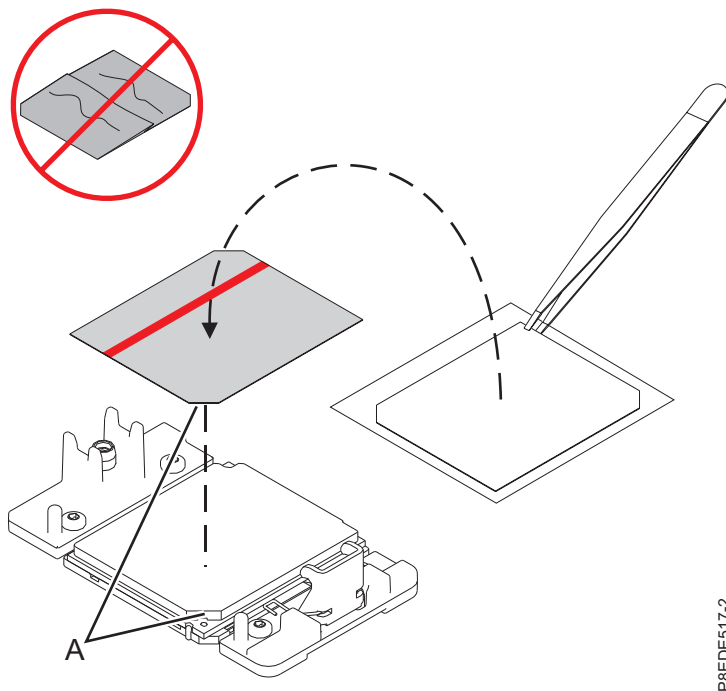

Abbildung 16. Installieren des TIM auf der Prozessorabdeckung
- d. Entfernen Sie das TIM mithilfe der im Lieferumfang enthaltenen Pinzette vom Trägerband und positionieren Sie es mittig auf dem Systemprozessormodul, wobei die schwarze Seite nach oben zeigt. Sollte das Ersatz-TIM einen roten Streifen haben, muss die Seite mit dem roten Streifen nach oben zeigen. Richten Sie die abgeschrägten Ecken von TIM und Systemprozessormodul (A) aufeinander aus, siehe Abb. 16 auf Seite 18.